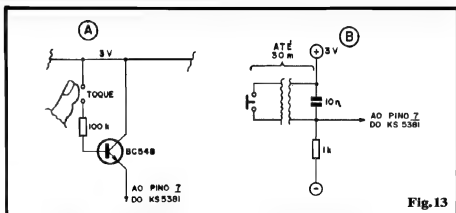

Fig.13
- **FIG. 13 - DUAS POSSIBILIDADES OPCIONAIS DE CONTROLE PARA O MK2** - A configuração de "uma música de cada vez", para o MK2 (disposição básica na fig. 11) pode receber uma sofisticação representada pelo acionamento por toque (sem interruptor mecânico), simplesmente anexando o módulo descrito em 13-A (um BC548 e um resistor de 100K). O conjunto promove a "positivação" do pino 7 do KS5381 toda vez que os contatos são tocados pelo dedo do operador... Observar que - por uma questão de polarização e de compensação à natural "queda de voltagem" no próprio transistor, convém manter a Tensão geral de alimentação em 3V, nessa opção. Outra possibilidade: em algumas aplicações (eventualmente as que recebam amplificação de Potência na saída, conforme sugeriremos adiante...) pode ser conveniente o disparo remoto (distante) da melodia... Se for simplesmente "puxado" um par de fios finos e um interruptor distante, o limite situa-se em torno de 1 ou 2 metros, pois comprimentos maiores poderão induzir interferências, zumbidos sobrepostos às melodias, etc. (além de eventuais disparos "falsos", ocasionados por transientes eletro-magnéticos captados pela longa fiação...). Um jeito